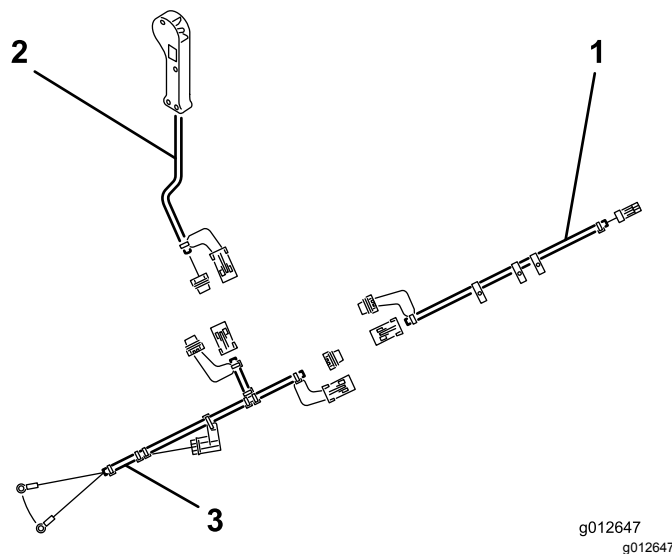

Figura 7
1. Enchufe el conector del arnés de cables de la receptadora en el conector eléctrico de la válvula de solenoide de la máquina (Figura 7).